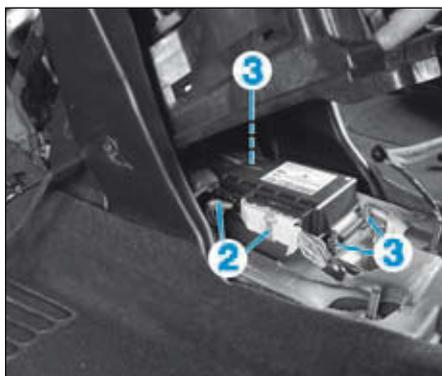

FIG.14
- Débrancher les deux connecteurs (2) du calculateur d'airbag (Fig.14).
- les trois écrous de fixation (3),